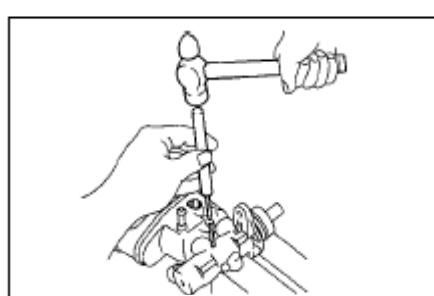

Рис. 258
(1) Поместите главный тормозной цилиндр в тиски.
(2) Снимите шпильку из корпуса главного тормозного цилиндра с помощью молотка и выколотки.(рис. 258)
(3) Снимите расширительный бачок для тормозной жидкости.
(4) Снимите крышку и фильтр из расширительного бачка.